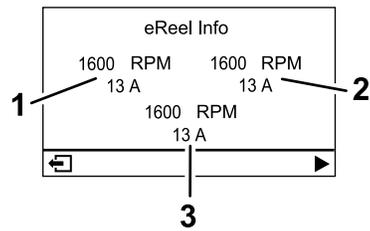

図 17
- **eリールモーター画面** 図 17 各カッティングユニットモーターの回転数と電流を表示します